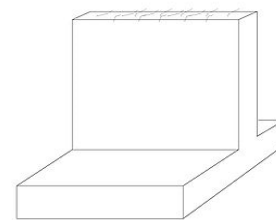

Fig.1: www.es.wikibooks.org/
B.1. Aparecen localizadas en la coronación de los muros, marcando en ocasiones la posición de las armaduras. (Fig.1)